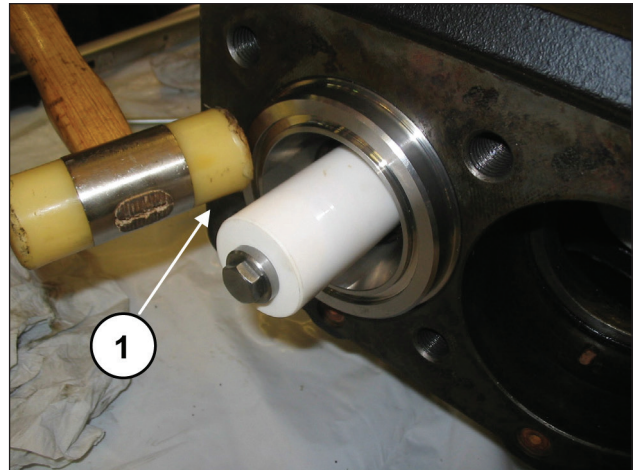
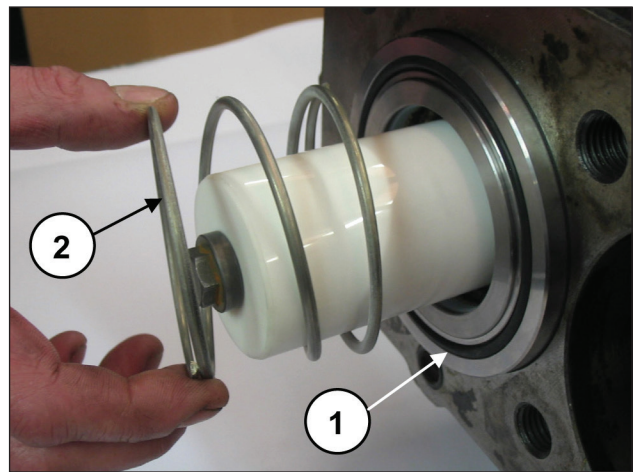

Fig. 186
Fig. 187
Assurez-vous que le bloc de maintien chemise-support atteint la position correcte jusqu'au fond du logement (rep. ①, Fig. 186); montez le joint torique avant de la chemise et le ressort (rep. ①②, Fig. 187).